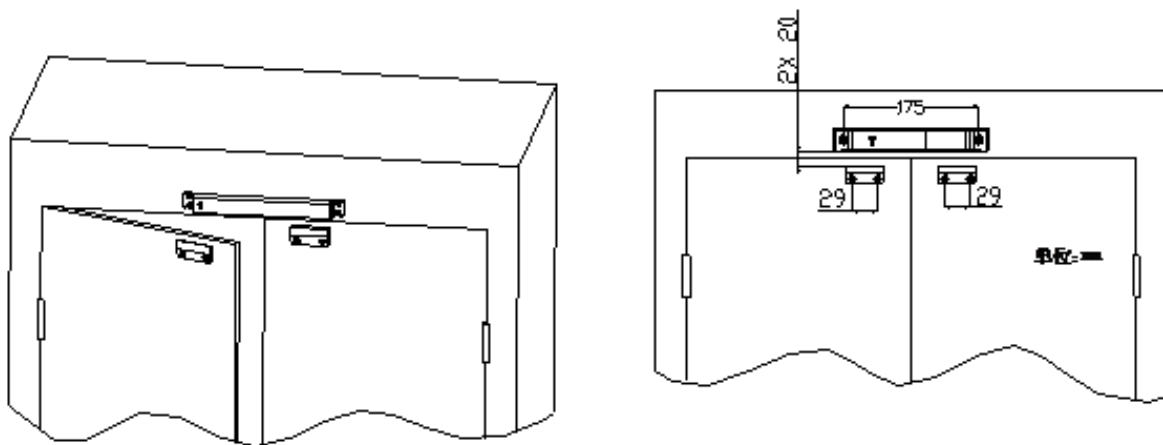

图2 防火门门磁开关安装方式
2、门磁开关采用上门框安装，安装方式如图2所示。安装时，磁铁中心应与门磁开关下方的楞状标志对齐，保证门磁开关能够正常感应到磁铁。